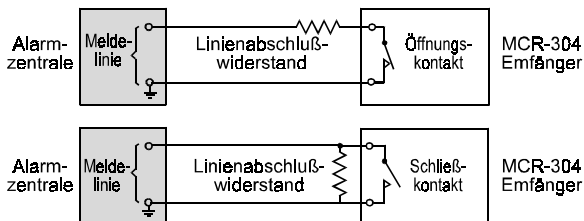
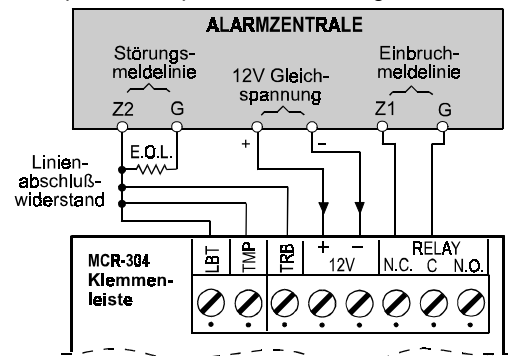
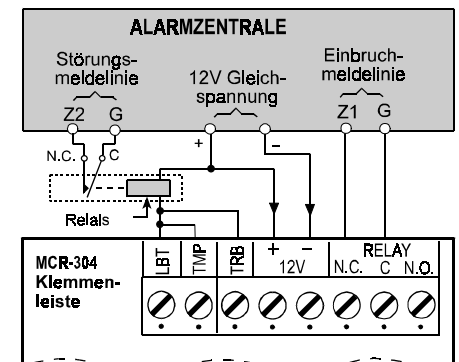

Abb. 4: Relaisausgang in Verbindung mit Linienabschlußwiderständen
Abb. 6: Verdrahtung der technischen Alarme mit einer Meldelinie
Abb. 7: Anbindung der technischen Alarme mit zwischengeschaltetem Relais
4.3 Verdrahtung (Abb. 4 bis Abb. 7)
HINWEIS: Arbeitet die Zentrale mit Linienabschlußwiderständen, ist wie in der unten stehenden Abb. 4 zu verfahren.
- Sollen alle technischen Alarme mit einer Meldelinie verbunden werden, so ist die Verdrahtung wie in Abbildung 6 dargestellt (mit Linienabschlußwiderstand) auszuführen. In Abbildung 7 ist eine Option mit separatem Relais dargestellt